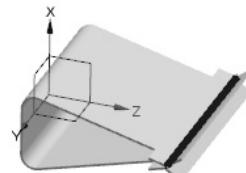
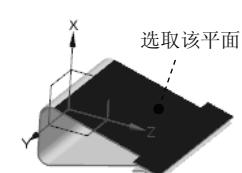
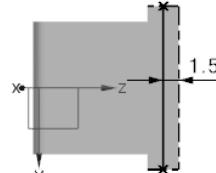

图 4.8.15 “折弯”特征 4
图 4.8.16 选取草图平面
图 4.8.17 折弯线
Step7. 创建图 4.8.15 所示的“折弯”特征 4。选择下拉菜单 **插入 (I) → 折弯 (W) → 折弯 (B)** 命令，系统弹出“折弯”对话框；单击 **草图** 按钮，系统弹出“创建草图”对话框，选取图 4.8.16 所示的平面为草图平面，绘制图 4.8.17 所示的折弯线，完成后退出草图环境；在“折弯”对话框 **折弯属性** 区域下的 **角度** 文本框中输入折弯角度值 50；单击“反侧”按钮 **X**，反转折弯侧；在 **内嵌** 下拉列表中选择 **折弯中心线轮廓** 选项；在 **折弯参数** 区域中单击 **折弯半径** 文本框右侧的 **本地** 按钮，在弹出的菜单中选择 **使用本地值** 选项，然后在 **折弯半径** 文本框中输入折弯半径值 0.2；单击 **确定** 按钮，完成特征的创建。